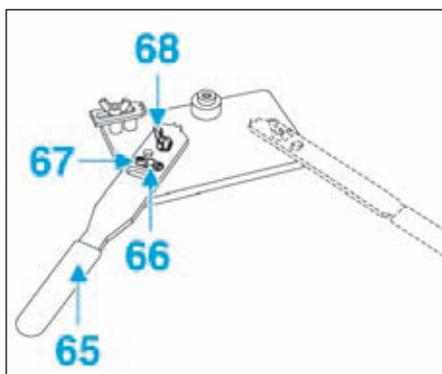

FIG.78
- Positionner le levier (65) de façon à mettre le pion (66) dans la rainure (67), puis serrer le papillon (68) (Fig.78).